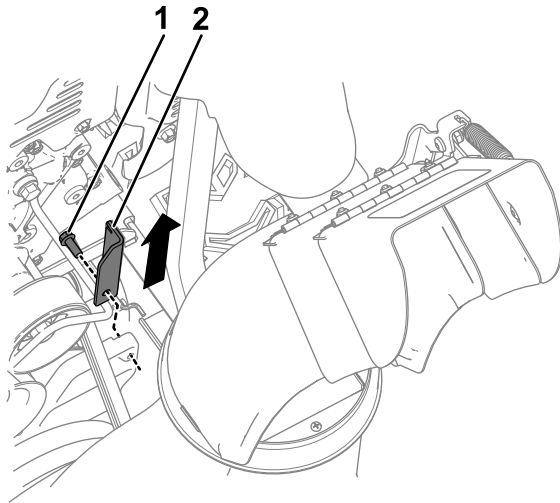

Figuur 2
3. Haak de veer van de bestaande tractieplaat (Figuur 2).